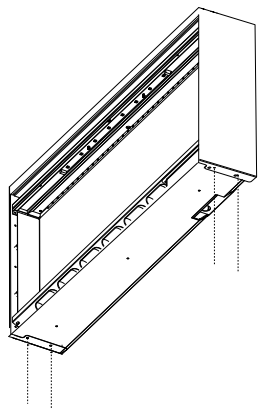

Fig. 2-7
5. Si les couvercles latéraux sont installés avant de l'installation encastrée, retirez les couvercles latéraux en retirant les vis (**Fig. 2-7 & 2-8**).